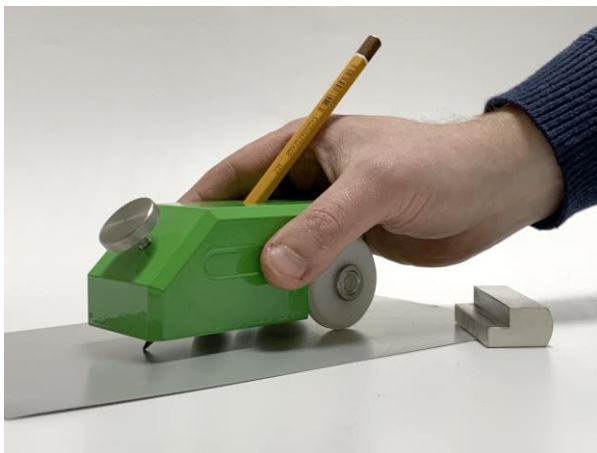

Рисунок 2.2 – Проведение испытания
4. Установить твердомер на покрытие и прочертить карандашом на покрытии линию не менее 7мм со скоростью от 0,5 мм/с до 0,1 мм/с (рис. 2.2).